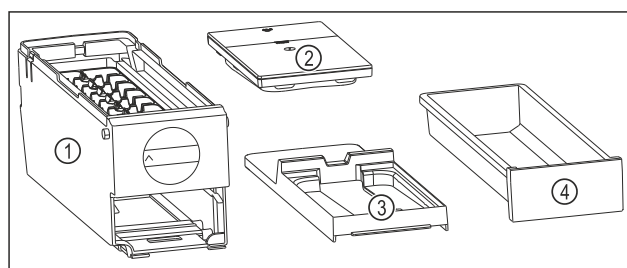

Fig. 190 Części dla EasyTwist-Ice
- EasyTwist-Ice jest rozłożony na cztery części. (patrz Fig. 190)
- Należy demontować EasyTwist-Ice wyłącznie na przedstawione części. (patrz Fig. 190)
- Czyścić korpus EasyTwist-Ice Fig. 190 (1) w całości.